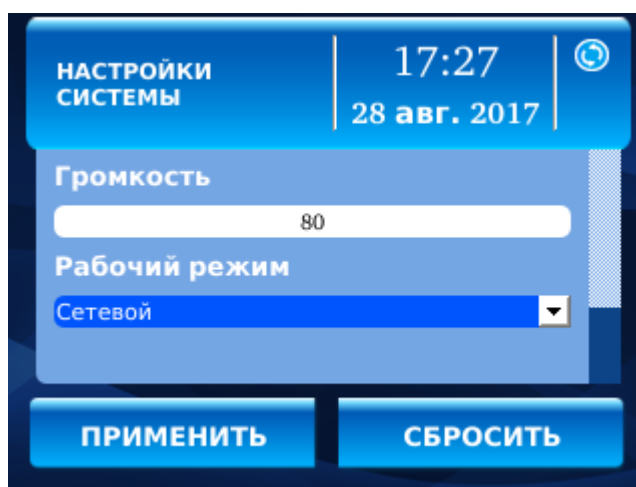

Рисунок 21. Вид меню «Настройки системы»
- **Громкость** (рисунок 21) - позволяет настроить громкость звукового источника терминала.
- **Рабочий режим** (рисунок 21) - позволяет выбрать режим работы терминала: